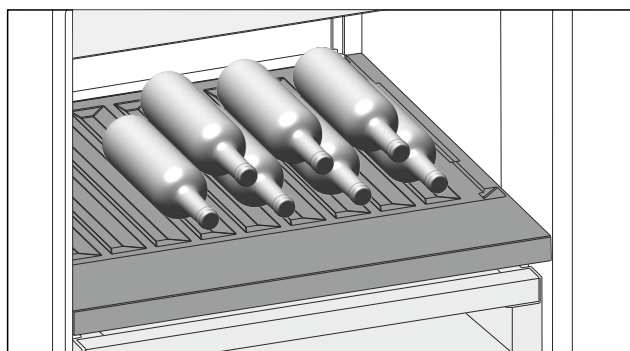

Fig. 193 Reprezentare exemplificatoare
- Introduceți sticlele cu fundul în spate, către peretele posterior. (vezi Fig. 193)